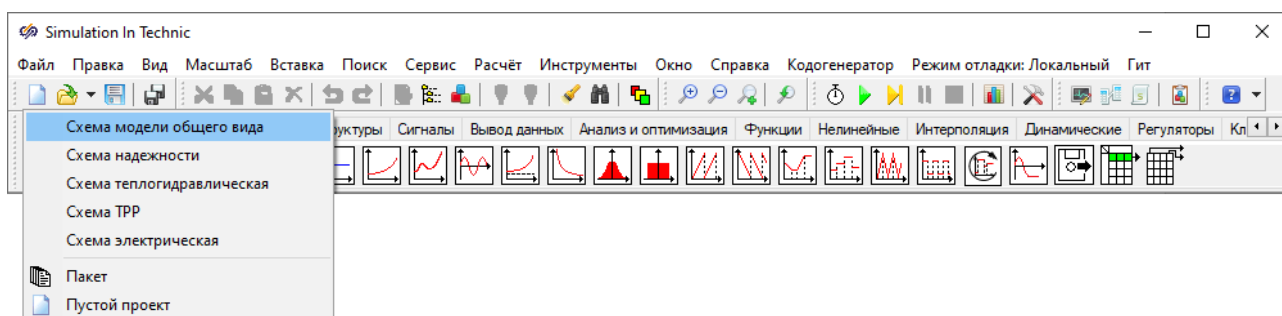

Рисунок 5.2.1. Меню создания нового общего проекта.
- 2) В выпадающем меню выберите пункт «**Схема модели общего вида**» (Рисунок 5.2.1).